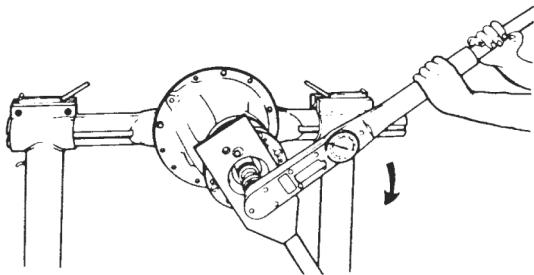

Figura 74
- 5. Inmovilice la horquilla del yugo con una herramienta adecuada y apriete la tuerca del piñón con el valor especificado. Ver TABLA DE PARES. (figura 74).